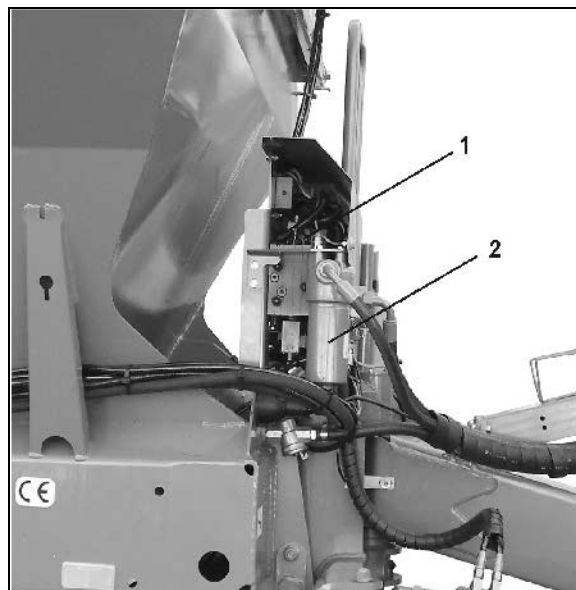

Fig. 22
- **Ventilblock (Fig. 22/1) med oljefilter (Fig. 22/2)**